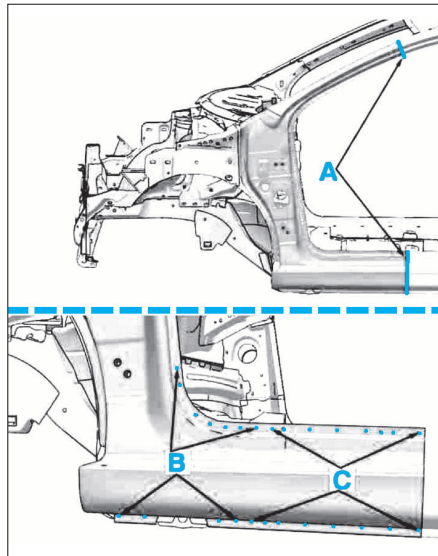

FIG. 20
- Poser et souder la pièce neuve aux endroits indiqués A,B,C,D,E,F,G et H (Fig.20 et 21)